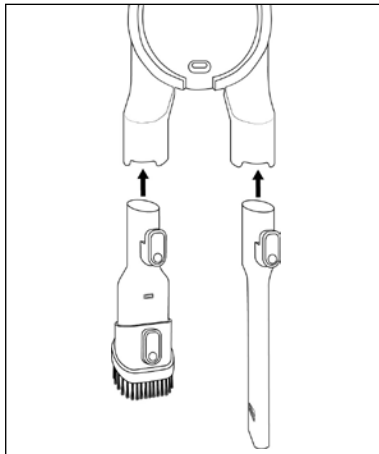

Abb. 15
- ◆ Entfernen Sie das Zubehör vom Gerät. Stecken Sie es zur Aufbewahrung so auf die Zubehörhalter der Wandhalterung **13**, dass es hörbar mit einem Klickgeräusch einrastet (siehe Abb. 15).